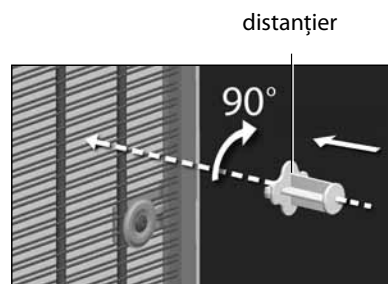

Figura 2
**1.3** Montarea fixatorului din spate în conformitate cu figura 2 atașați flanșa dreptunghiulară între barere condensatorului și roțiți la unghiul 90° cum vedeți.